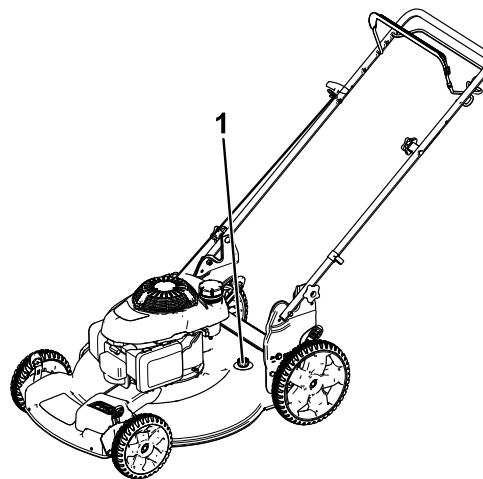

Figure 22
4. Branchez un tuyau d'arrosage, relié à une arrivée d'eau, au raccord de lavage de la machine (Figure 22).